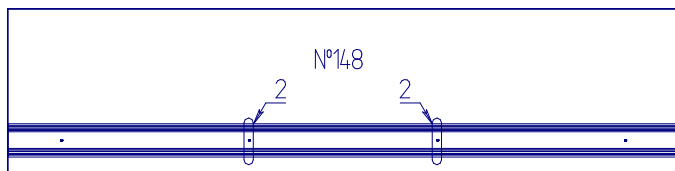

Рис.4
4. Через отверстия 2 на треке, шилом наколоть отверстия на детали №148 (рис.4).